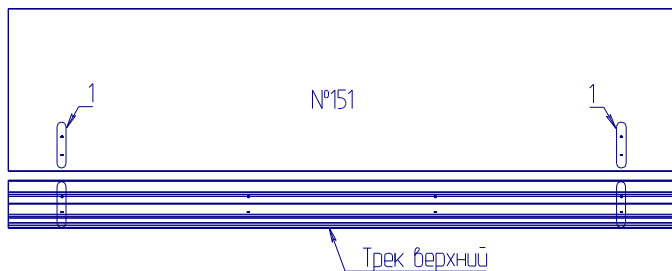

Рис.1
1. Совместить трек компл.№76 (О) с деталью №151 по существующим отверстиям 1 (рис.1).